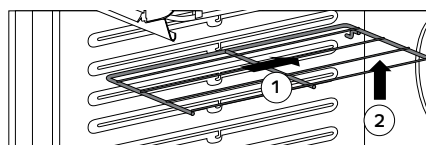

figura 1
Empurre-a até o fundo da cavidade (1), levante a parte de trás da prateleira (2) até que a trava fique entre os níveis, puxe-a para frente retirando-a do Forno (figura 1).